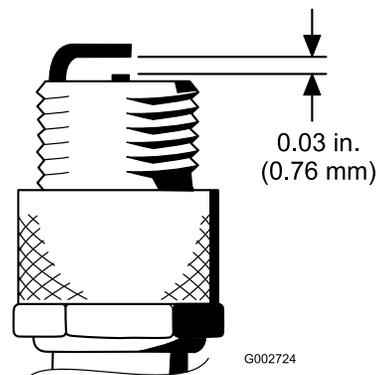

図 39
4. 図 39 のように、電極間のエアギャップを 0.76 mm に調整する。